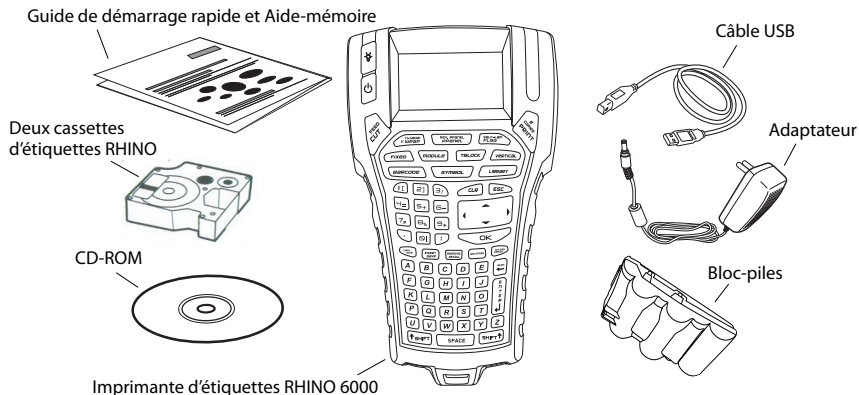

Figure 1
2. Assurez-vous que vous disposez de tous les éléments indiqués dans la Figure 1.